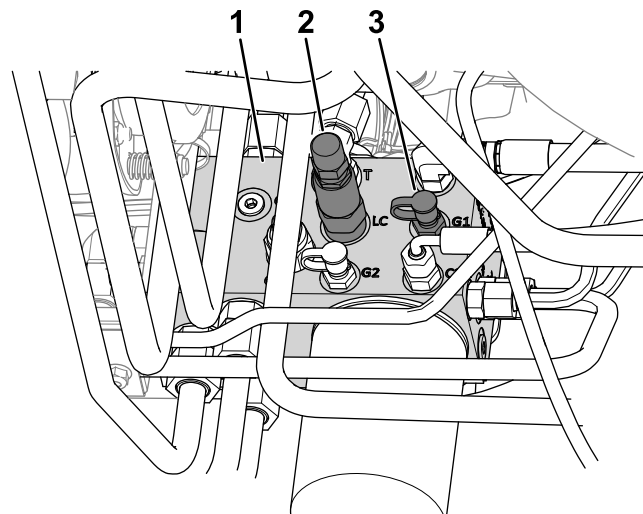

Figura 23
- Collegate un manometro alla porta diagnostica (con l'etichetta G1; fate riferimento a Figura 23).
- Sul lato del collettore di sollevamento, rimuovete il cappuccio dalla porta diagnostica (con l'etichetta G1; fate riferimento a Figura 23).
- Allentate il controdado all'estremità del cursore di trasferimento peso (con l'etichetta LC; fate riferimento a Figura 23).